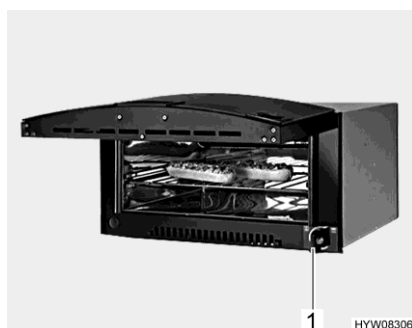

Fig. 202 Four à gaz (Dometic TecTower)
- Appuyer sur le bouton tournant (Fig. 202,1) le maintenir pressé et le faire tourner vers la gauche jusqu'à la position désirée. Maintenir encore le bouton tournant pressé pendant 5 à 10 secondes. L'allumage s'effectue de manière automatique.